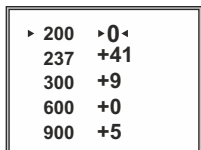

Рис.8
- Значения (например, +41; +9; -19), указанные справа от дистанций, означают количество кликов по оси **Y**, на которое положение метки на других дистанциях отличается от положения метки в базовой дистанции (рис.8).